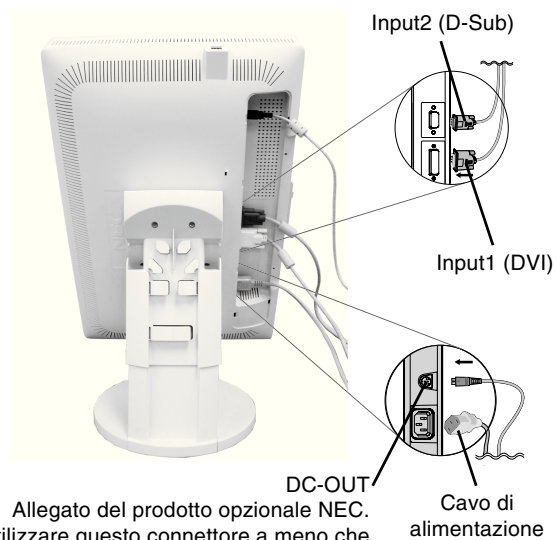
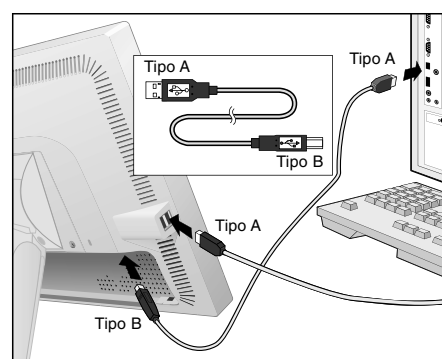

Figura C.4
Figura C.4a
6. Collegare tutti i cavi ai connettori appropriati (**Figura C.4**). Utilizzando il cavo USB, collegare il connettore tipo B alla porta upstream USB sul lato destro posteriore del monitor e il connettore tipo A alla porta downstream sul computer (**Figura C.4a**). Se può essere utilizzato il cavo dal dispositivo USB, utilizzare una delle porte downstream sul lato del monitor.